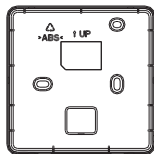

Fig 2
3. Conform fig. 2, fixați controlerul cu fir pe perete cu trei șuruburi prin cele trei orificii ovale de pe capacul din spate al controlerului cu fir. (Pregătiți trei șuruburi care sunt disponibile pe piață).